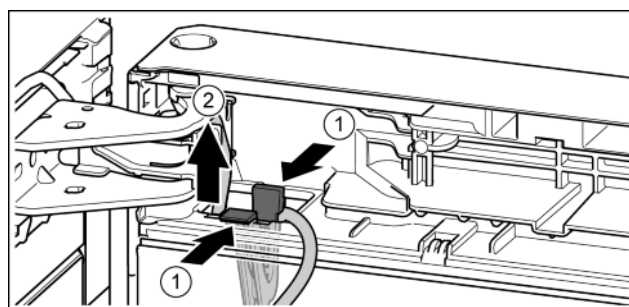

Fig. 20
- ▶ Nyomja meg a fedőlemezt. Fig. 20 (1)
- ▶ A rá rögzített kábellel együtt húzza ki a kábeltartót. Fig. 20 (2)